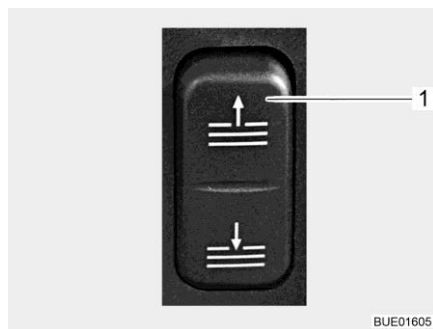

Fig. 45 Commutateur (commande électrique du dispositif occultant plissé)
- Appuyer sur le commutateur situé sur le tableau de bord (Fig. 45,1).